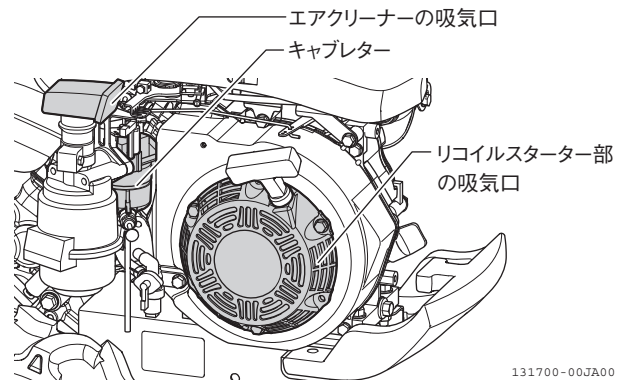

図 4-2 お手入れのしかた
- 水洗いをするときは、エアクリーナーの吸気口やキャブレターに水が入らないようにしてください。(図 4-2)
- リコイルスターター部の吸気口に付いたごみは、きれいに掃除してください。エンジンの出力低下や破損の原因となります。(図 4-2)